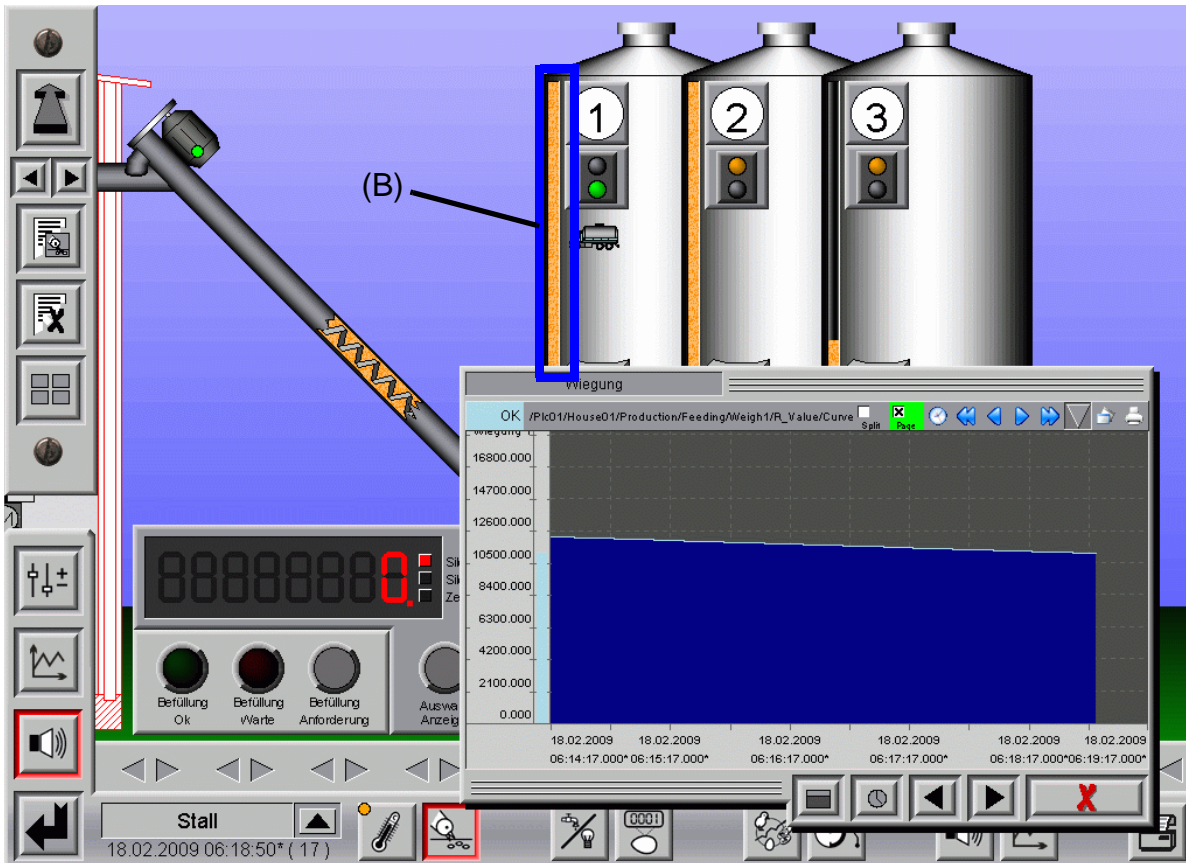

Bild 8-14: Kurvenansicht Wiegung
Das blau (B) markierte Fenster im Bild 8-14 ermöglicht ein einfaches Abschätzen des aktuellen Siloinhalts.